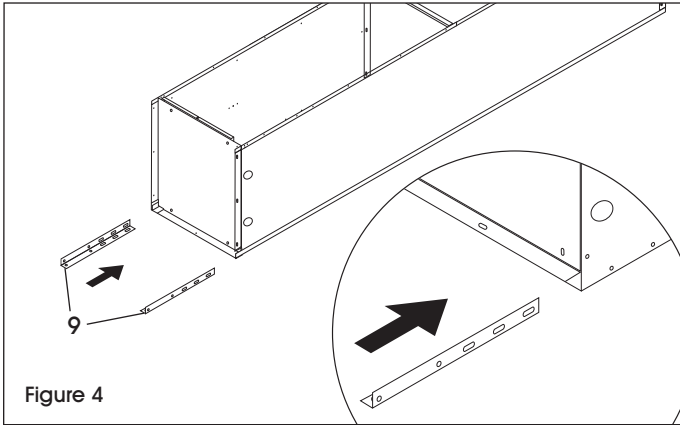

Figure 4
- Insérez les pieds arrière (9) dans les coins, entre le bas et le côté. Boulonnez le pied au côté et à l'arrière à l'aide de six boulons et écrous par pied. (Voir Figure 4)